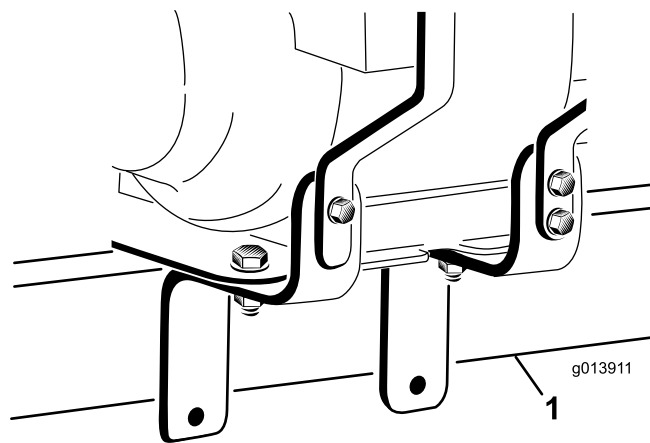
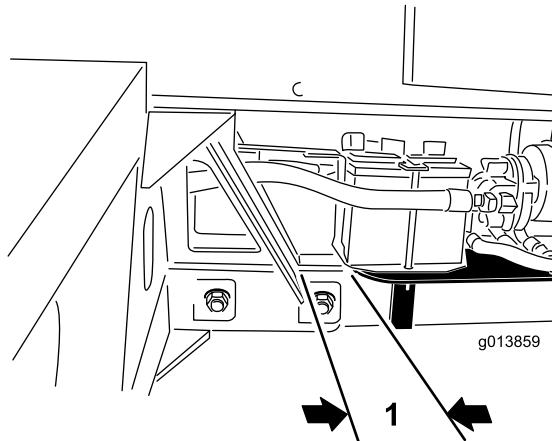

Figura 5
Figura 6
19. Poiché il gruppo motore è pesante, il posizionamento di questo componente potrebbe essere difficile. Con l'ausilio di un assistente, posizionate il gruppo motore sul tubo dell'attacco di traino del ProPass. Verificate che le staffe di montaggio del motore stiano a cavallo del tubo di attacco (Figura 5 e che la parte posteriore della piastra di montaggio del motore si trovi a circa 25 mm dal gruppo ricevente del tubo di attacco del ProPass (Figura 6).